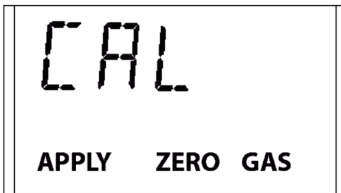

Fig. 10 Commando voor de aanvoer van nulgas
- de APPLY ZERO GAS indicatoren [→ Afb. 10].